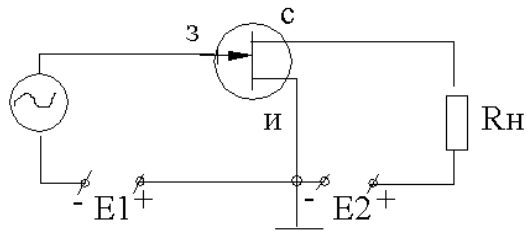

Рисунок 1.33 - Схема с ОИ
**Схема с ОИ** (рисунок 1.33).